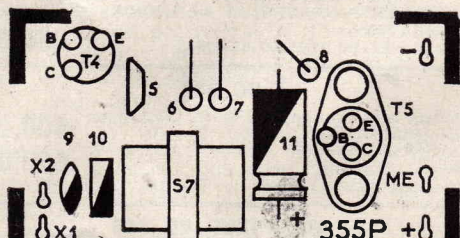

FIG. 3
**Circuit 355 :** Ce circuit, dont la partie supérieure est représentée par la figure 3, ne présente aucune difficulté de câblage. On remarquera que R6, R7 et R8 sont disposées verticalement. Le transformateur oscillateur S7 (réf. B0120) a 3 cosse de sortie, une quatrième cosse, non reliée, servant à la fixation. Les valeurs d'éléments de la plaquette 355 sont les suivantes :